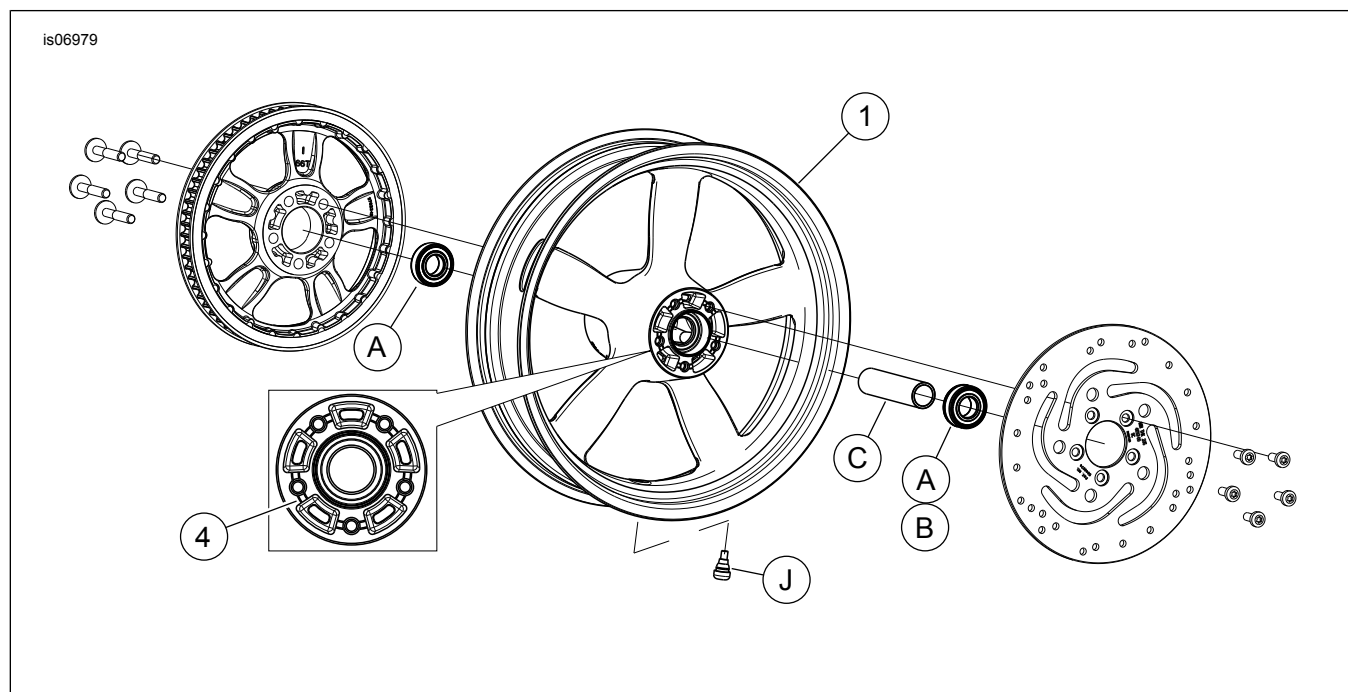

Figura 1. Piezas de servicio: Rueda trasera Vapor (se muestra la de 17 pulg.)
Vea Figura 1 y las Tablas de piezas de servicio.
2. Vea Figura 1. Instale el conjunto del vástago de la válvula (J) en la rueda. Vea el Manual de servicio.